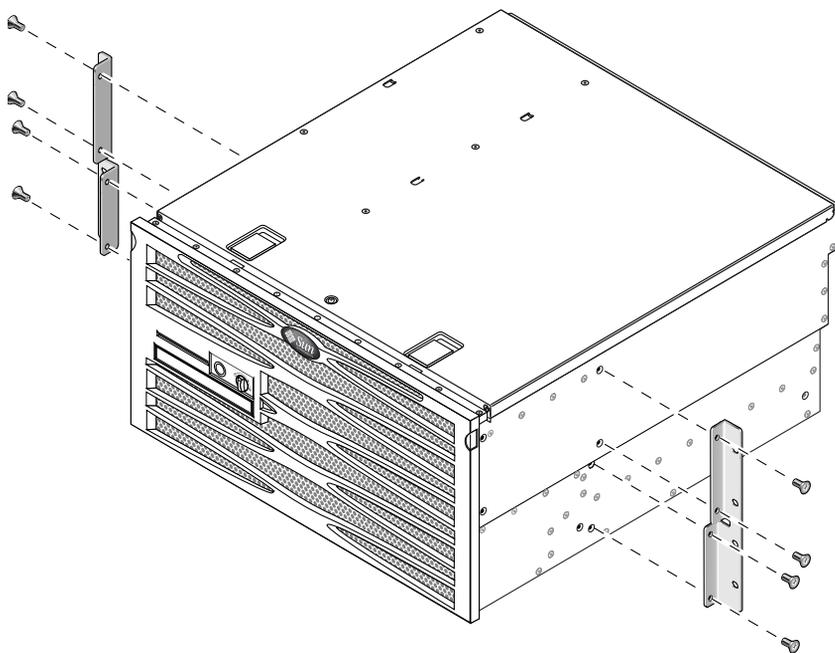

ABBILDUNG 3-27 Befestigen der Seitenwinkel an den Seitenteilen des Servers
2. Befestigen Sie die Seitenwinkel mithilfe von acht der mitgelieferten M5 × 8 mm-Kreuzschlitz-Senkkopfschrauben (je vier Schrauben pro Winkel) an den Seiten des Servers (ABBILDUNG 3-27).